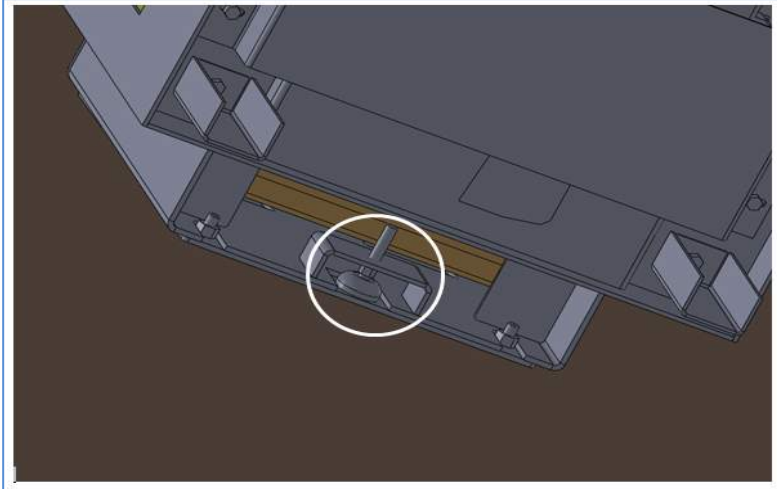

Ilustración 7. Localización Regulador
- 5) El aparato dispone de un regulador (Pieza Nº 13) la cual le va a permitir regular la inclinación del aparato. Se necesita una llave de métrica 12 para llevar a cabo esta operación actuando sobre esta pieza señalada en la Ilustración 7.
- 5) L'appareil est doté d'un régulateur (pièce n ° 13) qui vous permettra de régler l'inclinaison de l'appareil. Une clé métrique 12 est nécessaire pour effectuer cette opération en agissant sur cette pièce marquée à la figure 7.